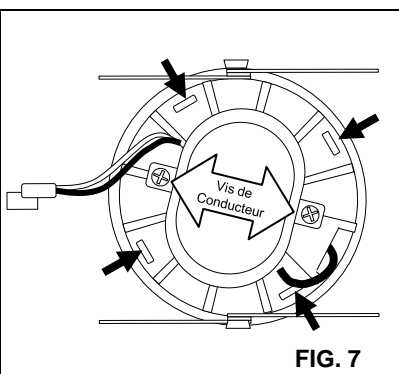

FIG. 7
- Retirer les VIS de CONDUCTEUR et se séparer de l'ancien CONTRÔLEUR LED du DISSIPATEUR DE CHALEUR . (FIG. 7)
- Montez le nouvelle CONTROLEUR sur le DISSIPATEUR DE CHALEUR en utilisant le vis retirées précédemment. (FIG. 7)